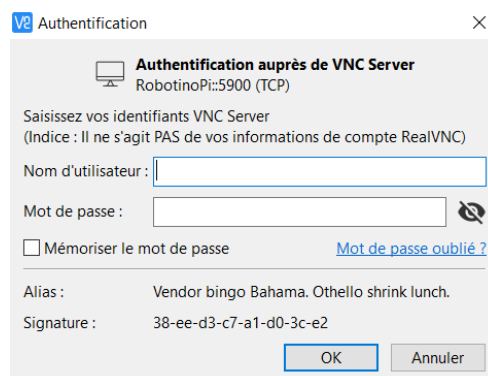

Figure 60: Fenêtre d'authentification auprès de VNC server
- Si le nom (ou l'adresse IP) renseigné(e) est valide, une fenêtre d'authentification apparaît (Figure 60). Le nom d'utilisateur est **pi** et le mot de passe est **robotinopi**.